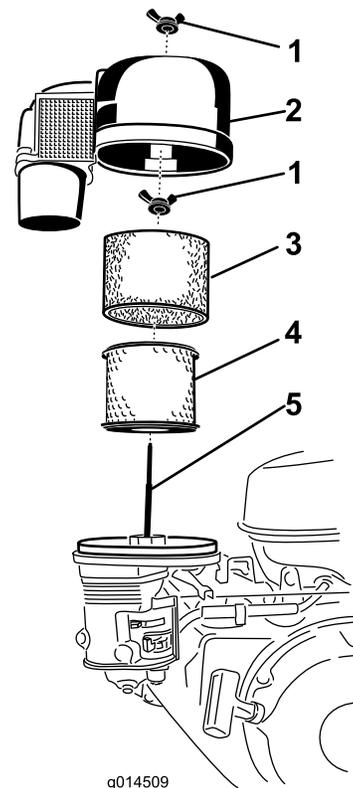

Figure 14
3. Retirez l'écrou à oreilles et soulevez le couvercle du filtre à air avec son capot (Figure 14).
4. Déposez l'élément en mousse (Figure 14).
5. Retirez l'écrou à oreilles au sommet de l'élément en papier et retirez celui-ci (Figure 14).
1. Nettoyez l'élément en papier en le tapotant pour faire tomber la poussière. Remplacez l'élément en papier s'il est très encrassé (Figure 14).